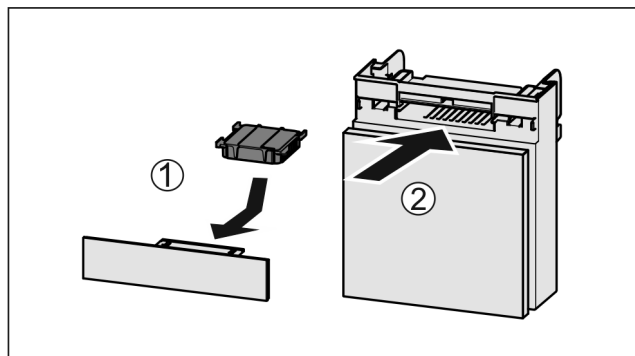

Fig. 123
- Sett inn Fig. 123 (1) aktivkullfilteret etter figuren.
- Skyv inn Fig. 123 (2) hyllen.